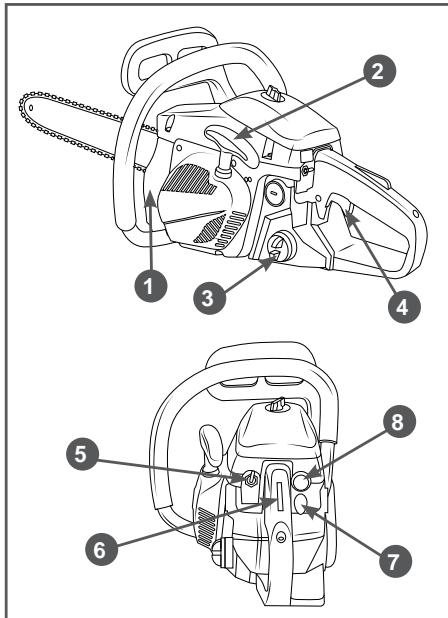

Рис. 11 Органы управления, необходимые для запуска бензопилы
5. Прокачайте топливо через карбюратор. Для этого нажмайте (примерно 5-10 раз) на ручной топливный насос 8 (Рис. 11) до появления в насосе топлива и возникновения сопротивления при нажатии.
6. Установите выключатель зажигания 5 (Рис. 11) в положение «I».
7. Закройте воздушную заслонку карбюратора. Для этого вытяните рычаг 7 (Рис. 11) управления воздушной заслонкой.
9. Выберите свободный ход шнура стартера. Для этого потяните за ручку стартера 2 (Рис. 11) до тех пор, пока не почувствуете сопротивление, затем сильно, но плавно потяните за ручку. Повторите эти действия 3-5 раз до первой вспышки топлива в двигателе. Двигатель не запускается, а сразу глохнет. Плавно, не бросая, верните ручку стартера на место.
10. После первой вспышки откройте воздушную заслонку, для этого нажмите на рычаг 7 (Рис. 11) управления воздушной заслонкой и верните его в исходное положение.
потяните за ручку стартера 1-2 раза. Двигатель должен запуститься. Плавно, не бросая, верните ручку стартера на место. Правой рукой возьмите бензопилу за заднюю рукоятку, так, чтобы рычаг блокировки рычага газа 6 (Рис. 11) был зажат.
13. Правой рукой быстро нажмите рычаг газа 4 и отпустите (Рис. 11), при этом двигатель перейдет в режим холостого хода.